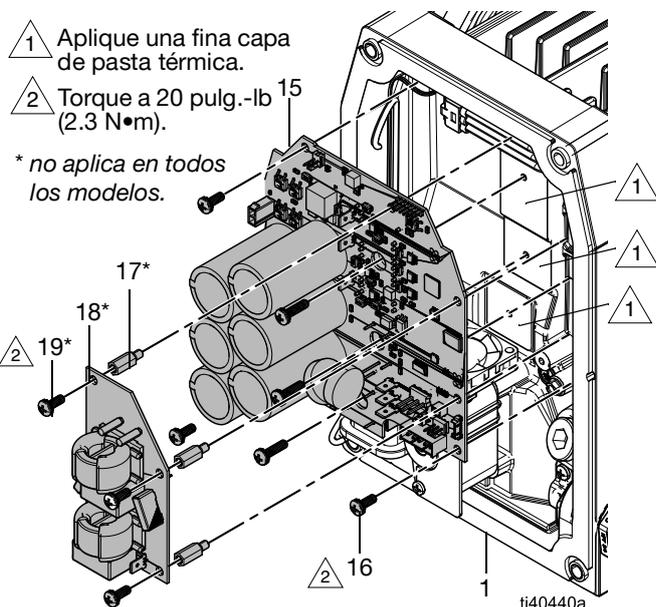

FIG. 11: Tablero de control y tarjeta del filtro
Ver FIG. 11.
2. Si es necesario, aplique una capa delgada de pasta térmica donde se indica en la FIG. 11.
3. Mantenga los cables alejados de la carcasa del estator (1) e inserte el tablero de control (15) en la carcasa del estator.
4. Sostenga el tablero de control (15) en su lugar. Al mismo tiempo, instale los sujetadores del tablero de control (16). Torque a 20 pulg.-lb (2.3 N•m).
5. Si corresponde, instale los espaciadores (17), la tarjeta del filtro (18) y los sujetadores (19). Apriete firmemente los sujetadores (19).
6. Si corresponde, conecte el cable marrón de alimentación de la tarjeta del filtro (18) a L1 y el cable azul a L2 en el tablero de control. Consulte **Esquema eléctrico**, página 34.
7. Conecte todos los cables del tablero de control (15) y la tarjeta del filtro (18, si corresponde). Consulte **Esquema eléctrico**, página 34.